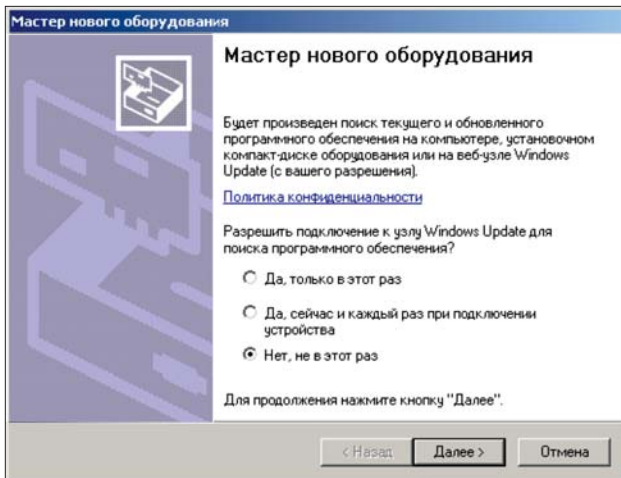

Рис. 3.3
7. После того, как устройство установлено запустится "Мастер нового оборудования", появится диалоговое окно, показанное на рис. 3.3.